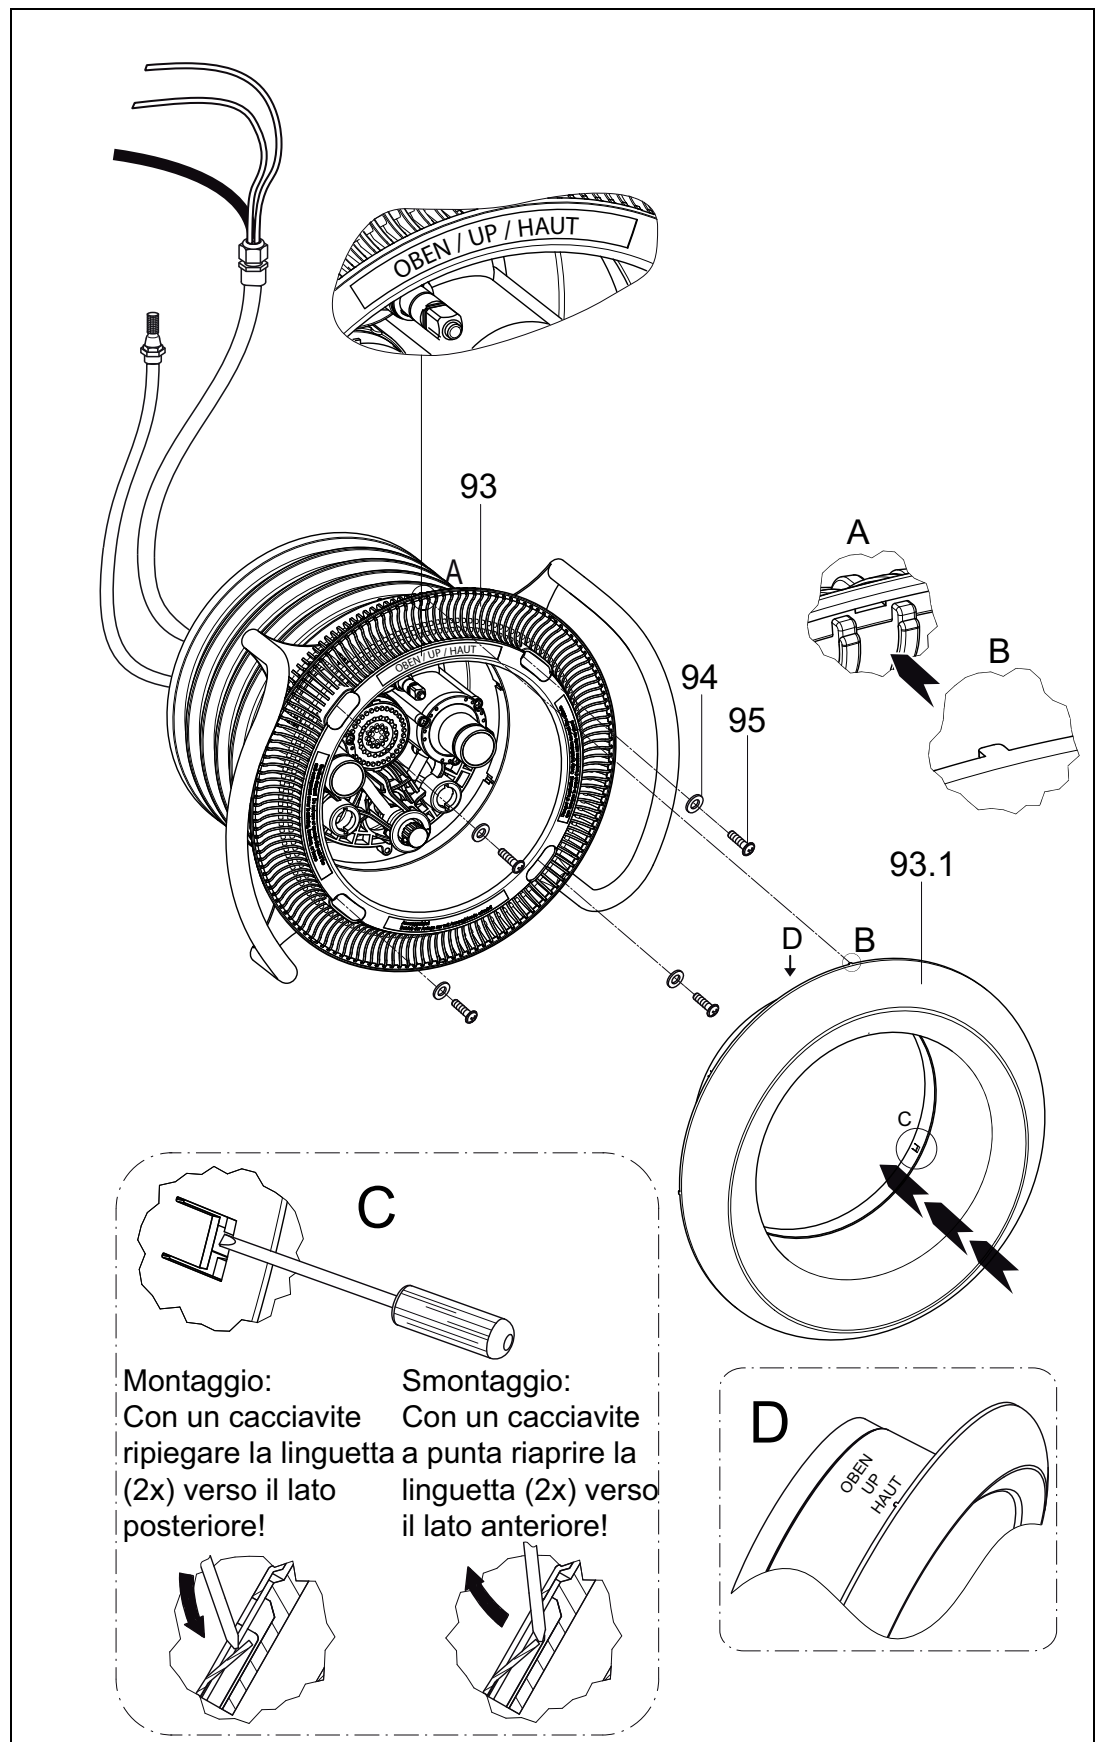

Fig. 11
8. Applicare la copertura di aspirazione (**93**) sull'anello elastico (**28**) e fissarla con le quattro rondelle (**94**) e le quattro viti autofilettanti (**95**) (*fig. 11*). Attenzione alla posizione di montaggio!
9. Posizionare la copertura di acciaio inox **(93.1)** con i noduli di centraggio sulle cavità presenti sulla copertura di aspirazione **(93)** e unire a pressione manualmente. Attenzione alla scritta "OBEN" (ALTO) sulla copertura di acciaio inox. Per bloccare la copertura, con un cacciavite ripiegare all'indietro le due linguette sfalsate lateralmente *(fig. 11)*.